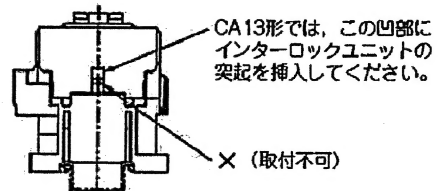

図2
- (1) CA13形の本体側面のユニット取付け穴には上下2箇所の凹部がありますが、必ず上の可動凹部にインターロックユニットの可動突起を挿入してください。(図2)
- (2) 正転側と逆転側の制御回路の間には必ず電氣的インターロックをとってください。
- (3) インターロックユニットと可逆電線キットを組合わせて使用することにより、可逆形電磁接触器を構成できます。可逆電線キットの取付けおよび接続図については可逆電線キットの取扱説明書を参照ください。